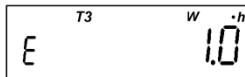

Рисунок 4.8
- количество потребленной активной энергии (отображается мнемоникой "**W·h**") (рисунок 4.8):